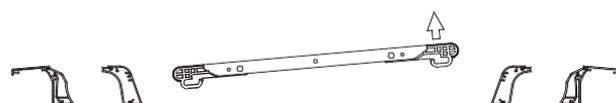

Fig. 5-10
- 2) Solte o gancho do lado que está em baixo como na Fig. 5-10.